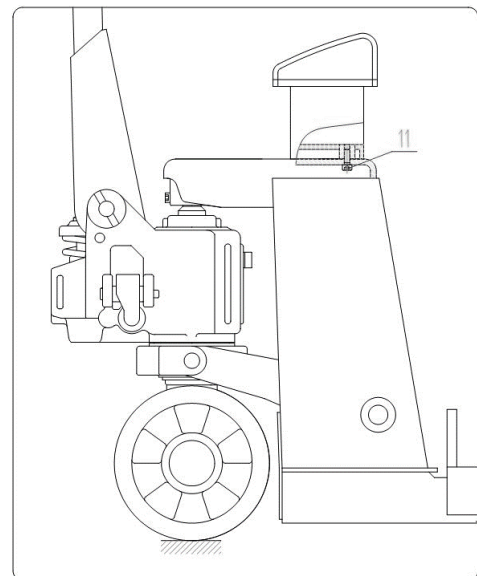

Fig. 6
2.2.1 Skyddramen och vågen bör placeras som indikeras i fig 6 och justeras enligt de fixerade hålen.
2.2.2 Använd tre skruvar (11) för att sätta fast delarna enligt visningen i fig 6.